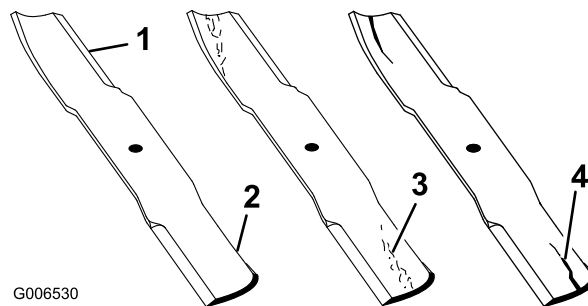

Figure 97
1. Examinez le tranchant des lames (Figure 97). Si les lames coupent mal ou présentent des indentations, déposez-les et aiguisiez-les; voir Aiguisage des lames.
2. Inspectez les lames, surtout la partie relevée (Figure 97). Remplacez immédiatement toute lame endommagée, usée ou qui présente une entaille (Figure 97).